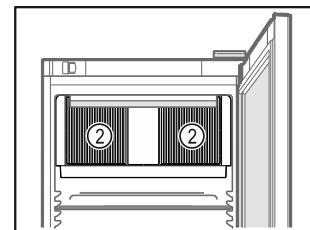

Fig. 59
- Udržiavajte voľné vetracie štrbiny Fig. 59 (2) cirkulačného ventilátora vo vnútornom priestore.